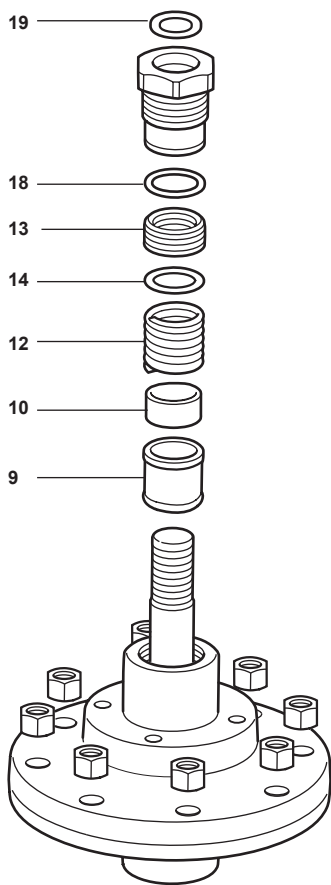

Abb. 12
- Stopfbuchsenmutter (18) anziehen, bis:
- ii) Graphitpackung: Sich ein Spalt von 3 mm zwischen Stopfbuchsenmutter und Gehäuseoberteil befindet. Siehe Abb. 12.
- Kontermutter wieder aufschrauben (3).